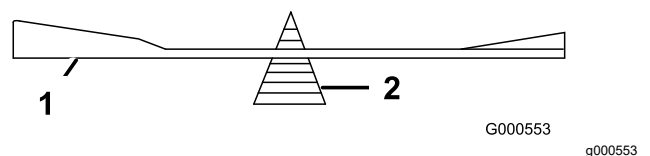

**Bild 64**
1. Schärfen Sie die Schnittkante an beiden Enden des Schnittmessers mit einer Feile (Bild 64).
**Hinweis:** Feilen Sie, wenn das Schnittmesser nicht ausgewuchtet ist, vom Flügelbereich des Messers etwas Metall ab (Bild 64).